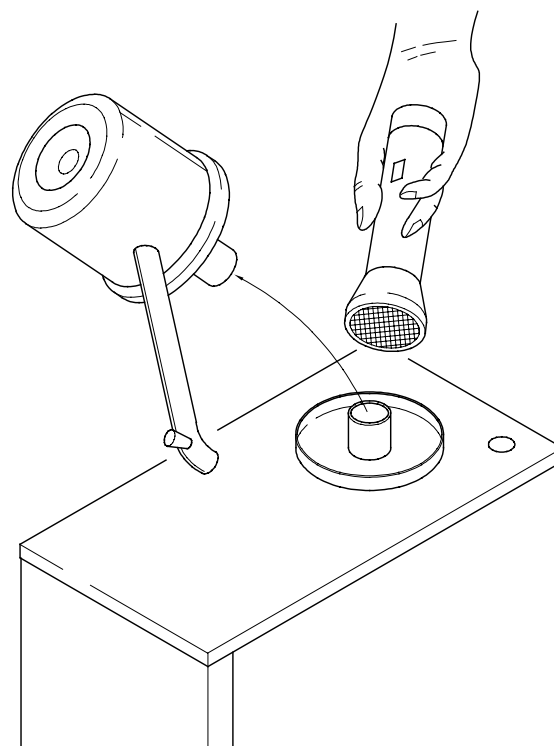

Fig. 9
12. Controleer of de stuurkop ook ontkalkt dient te worden. **Pas op!** Er is net heet water uit gelopen, dus zal de stuurkop flink heet zijn. Trek de stuurkop met een heen en weer draaiende beweging aan de kop omhoog en kijk of er kalk in zit. Zo ja, dompel de stuurkop onder in de ont-kalkingsoplossing welke in de container is opgevangen. Voeg hier nog 50 à 100 gr ont-kalker aan toe. Laat de stuurkop hier 3 à 5 min. in staan. Haal de stuurkop uit de oplossing en spoel hem goed met heet water om. Controleer met behulp van een lampje of ook alle kalk uit de stijpijp is verwijderd, zie fig.9. Zo niet, herhaal dan na punt 14 de ont-kalkingsprocedure vanaf punt 5.